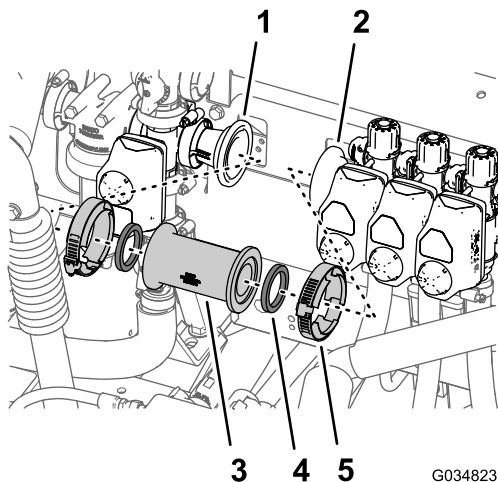

图 34
- A. 拆下将耦合管固定到主控制阀和左喷洒臂段阀上异径管适配器的 2 个法兰夹具 **图 34**。
- B. 从机器中拆下直通耦合器和 2 个垫片 **图 34**。